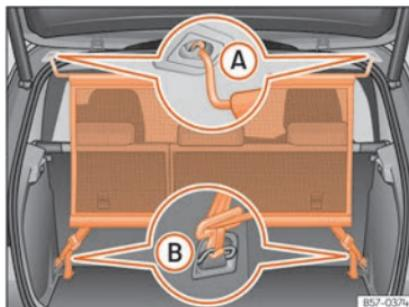

Abb. 128 Netztrennwand eingebaut.
- Netztrennwand in der linken Aufnahme am Dach einhängen »» **Abb. 128 A**. Darauf achten, dass die Querstange über die obere Position hinaus nach unten gezogen wird.
- Netztrennwand in der rechten Aufnahme am Dach durch Zusammendrücken der Querstange einhängen »» **Abb. 128 A**.
- Beide Haltehaken der Netztrennwand in die vorderen Verzurrösen im Gepäckraum »» **Abb. 128 B** einhängen und die Gurte fest spannen.